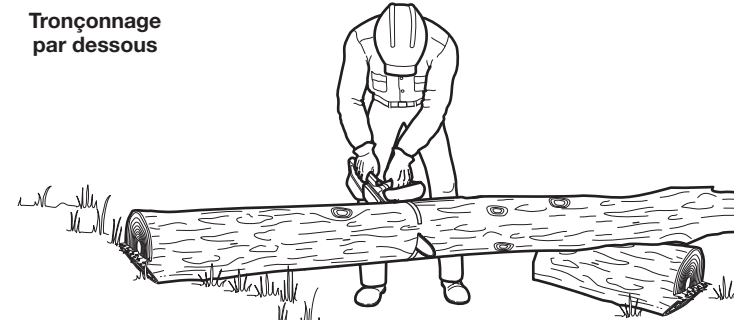

Fig. 20
1. Commencez à couper par le bas, avec le haut de la chaîne de la tronçonneuse contre le bas de la bûche (Fig. 20).